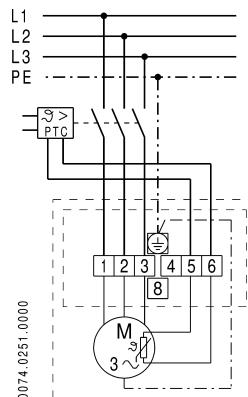

Fig. 2: Forbindelsesskema
Temperaturen i ventilatormotoren overvåges af PTC-modstande. PTC-modstande (klemmer 5 og 6 i klemkassen, fig. 2) skal tilsluttes et udløsesystem (sikkerhedsudstyr i.h.t. Rådets direktiv 94/9/EF),
Ventilatoren er fra fabrikvens side forbundet således, at den giver den størst mulige ydelse ved tilslutning til nettet som vist i forbindelsesskemaet (fig. 2). I standardudførelsen bliver omdrejnings- og ydelsesretningerne som anført i tabel 2.
- Ydelsesretningen kan vendes i modsat retning. Til det skal, afhørende fra fig. 2, netledningerne tilsluttes således: L2 til klemme 1 og L1 til klemme 2 (ombytning af yderledene) (fig. 2). Bemærk, at